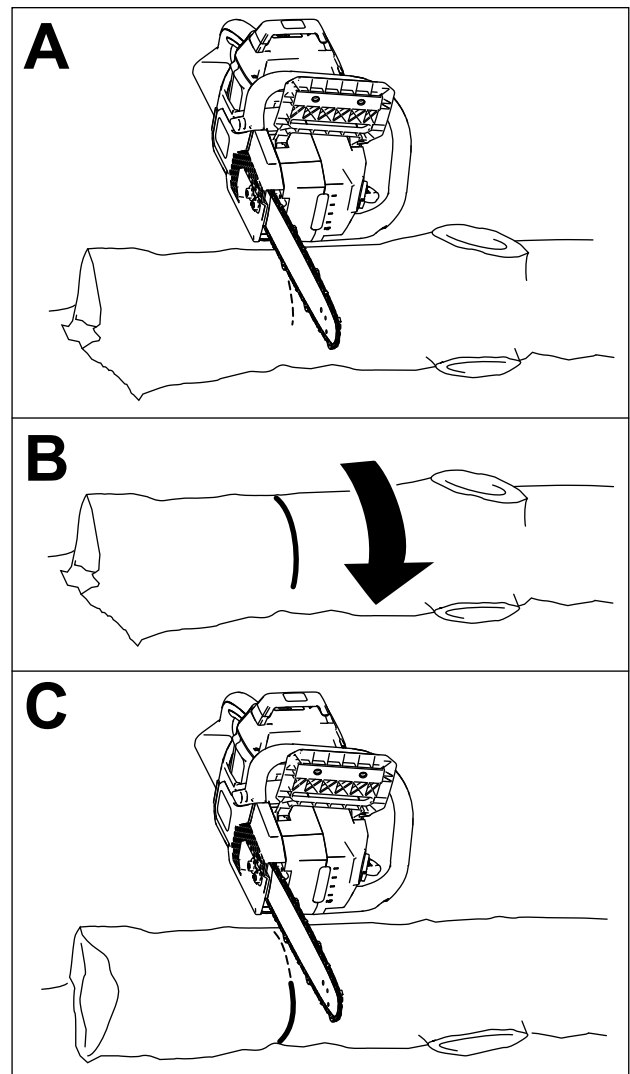

Figure 22
- Si la bille repose sur toute la longueur à plat sur un sol de niveau, sciez un tiers du diamètre en partant du haut, puis faites rouler la bille pour exposer le dessous et pratiquez une autre coupe pour rejoindre la première (Figure 22).